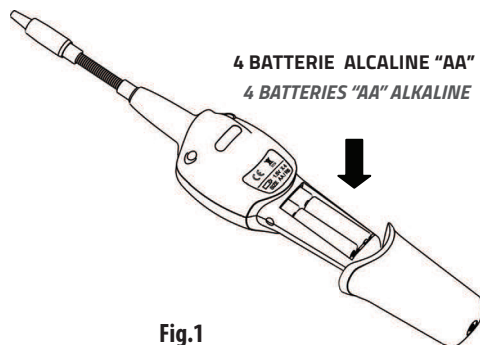

Fig.1
- Allentare la vite e togliere lo sportello del vano batterie collocato sul fondo dello strumento come indicato qui di seguito (Fig.1).
- Loosen the screws and remove the battery compartment cover on the base of the instrument as indicated below (Fig. 1).